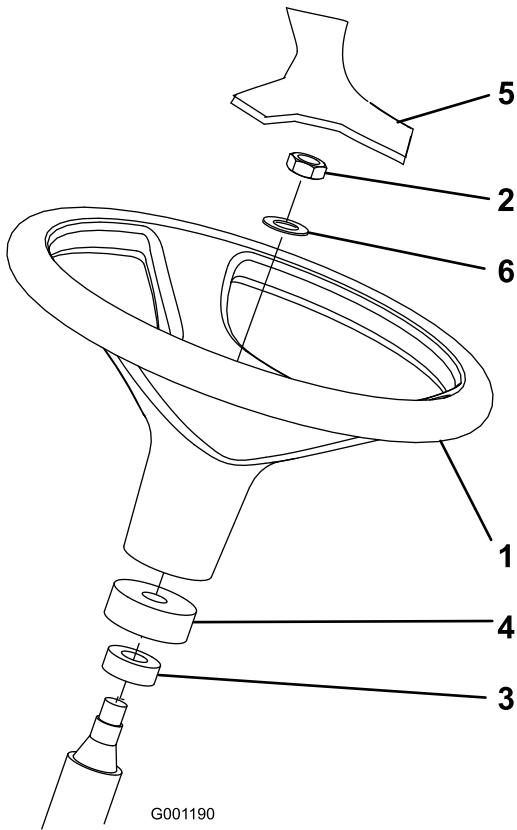

Bild 10
- Nehmen Sie das Lenkrad von der Versandpalette ab (Bild 10).
Hinweis: Stellen Sie sicher, dass der Schaumkragen auf der Lenkwelle verbleibt (Bild 10).
- Ziehen Sie das Lenkrad und die Scheibe auf die Lenkwelle auf (Bild 10).
5. Befestigen Sie die Abdeckung am Lenkrad (Bild 10).